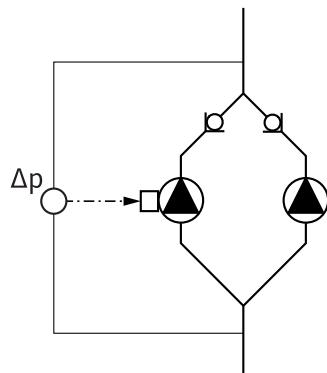

Fig. 13: Voorbeeld, aansluiting verschildruksensor
- In het voorbeeld in Fig. 13 is de master-pomp, gezien in stroomrichting, de linkerpomp. Op deze pomp moet de verschildruksensor worden aangesloten.
De meetpunten van de verschildruksensor van de master-pomp moeten in de desbetreffende verzamelbus op de zuig- en perszijde van de dubbelpomplijn liggen (Fig. 13).